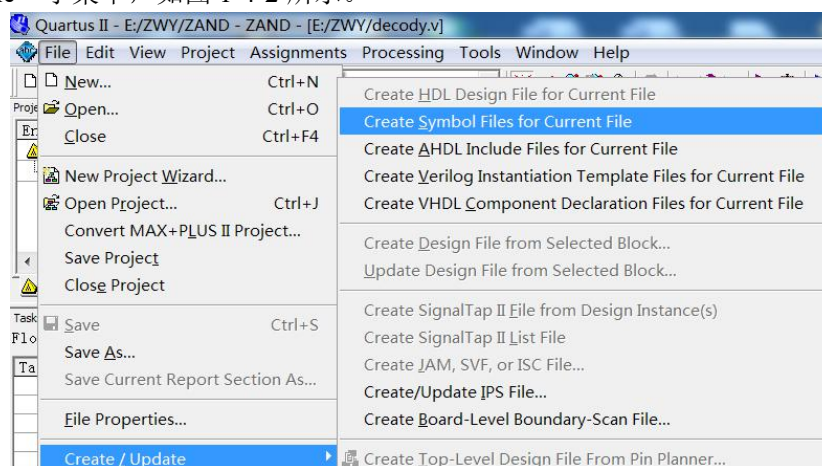

图 1-4-2 生成元件符号
**步骤 4:** 在 HDL 编辑界面下，选择菜单“File\Create/Update”，并选择“Create Symbol Files for Current File”子菜单，如图 1-4-2 所示。